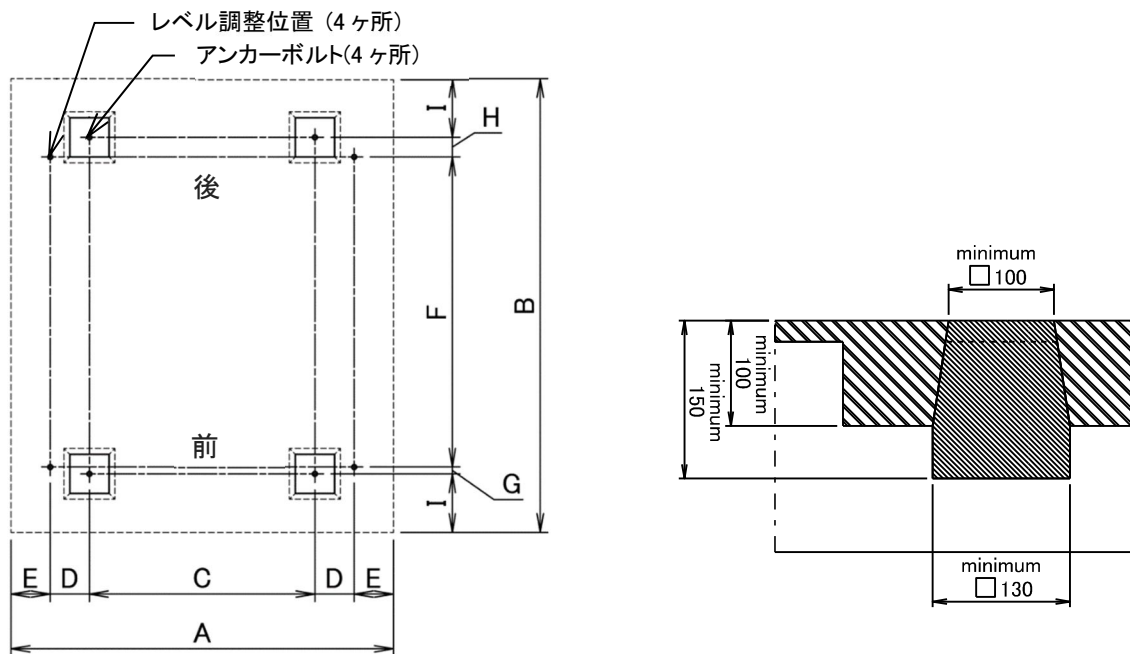

図 4-2
- 1) 機械の据付は、床荷重に耐えられるコンクリートの水平かつ凹凸の無い床に、（図 4-2）の示す位置に、相対的に段差が無く、水平な 4 ヶ所のコンクリート基礎を施工してください。
- 2) コンクリート床自身が十分な強度、完全に平らでかつ水平、十分な厚みがあるならば（図 4-2）に示す基礎工事を省くことができます。